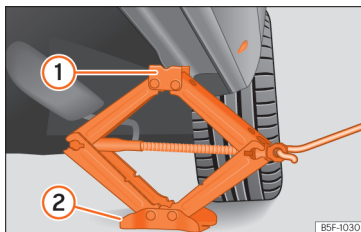

Fig. 38 Longarina: colocação do macaco do veículo.
- Rode a manivela do macaco, colocado por baixo do ponto de apoio da longarina, para levantá-lo até que o ressalto ① » » **Fig. 38** se encontre por baixo da zona que lhe corresponde.
- Alinhe o macaco de forma que o ressalto ① «fique encaixado» na zona da longarina que lhe corresponde e que a placa base móvel ② fique apoiada no chão. A placa base ② deve ficar colocada na vertical, relativamente ao ponto de apoio ①.